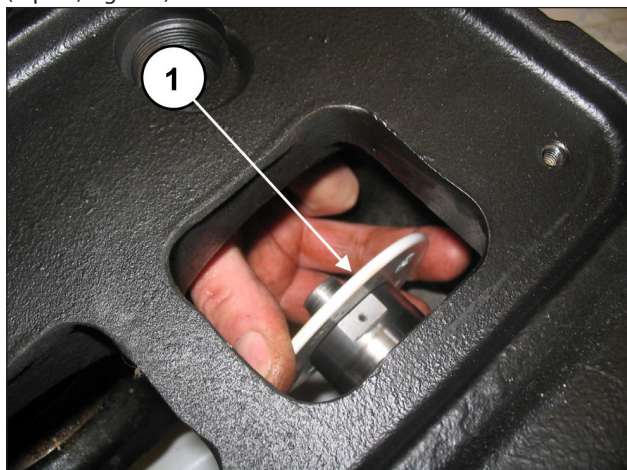

Fig. 137
Déposer les anneaux anti-éclaboussures des guides de pistons (rep. ①, Fig. 137).